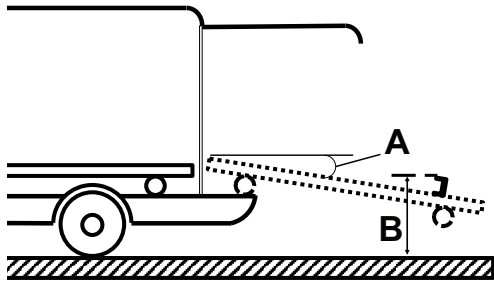

Рисунок 14 – Спецификации пластины защелки и загрузочного лотка
- Угол (А) загрузочного лотка не превышает 16° (Рисунок 14)
- Высота (В) от верха пластины защелки до пола должна составлять от 28,0 дюйма (71,1 см) до 29,4 дюйма (74,7 см) (Рисунок 14)